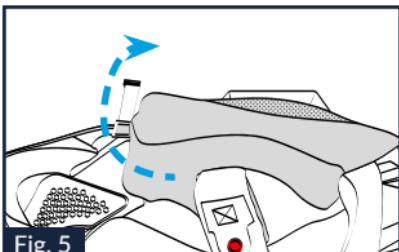

Fig. 5
5.3. Afferrare la parte anteriore del cuscinetto del guanciale sinistro e farlo ruotare verso l'alto per sganciare il gancio anteriore e quello superiore posti sul suo retro (Fig.5).
12.4. Premere il cuscinetto del guanciale sinistro contro il guanciale in polistirolo e contemporaneamente farlo ruotare verso l'interno per agganciare i ganci anteriore e quello superiore posti sul suo retro. (Fig.5).